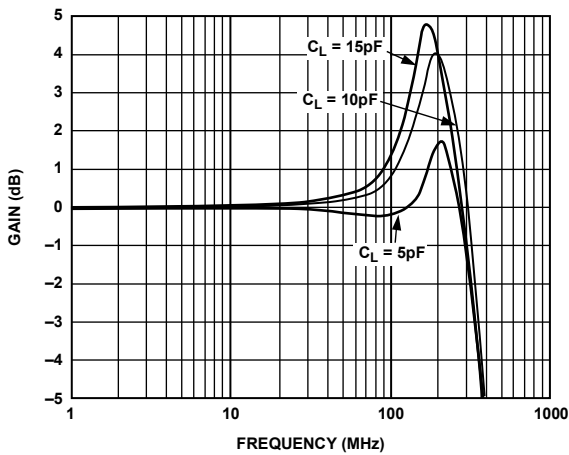
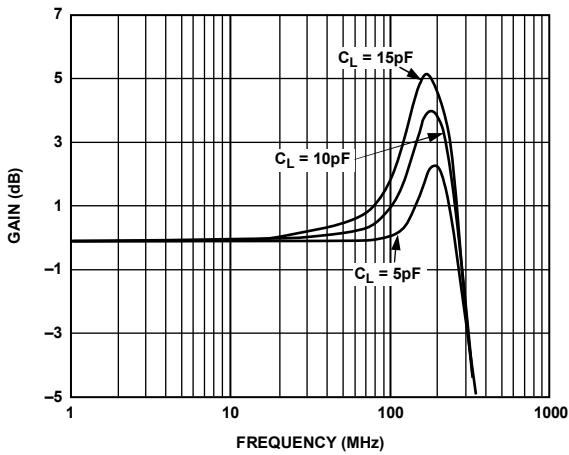
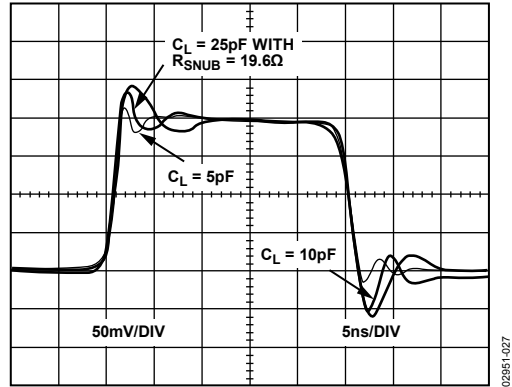
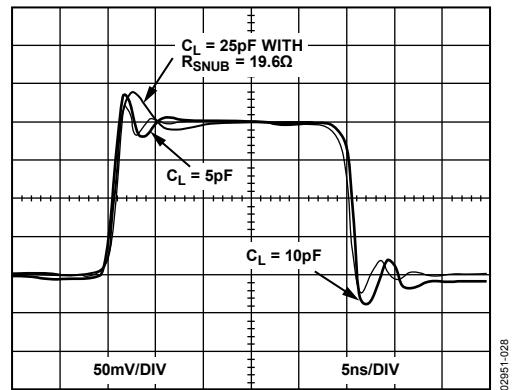

図 12. 様々な C_L での小信号周波数応答
図 13. 様々な C_L での小信号周波数応答
図 27. 様々な C_L での小信号過渡応答、 $V_S = 5 V$
図 28. 様々な C_L での小信号過渡応答、 $V_S = \pm 5 V$
- 小さい値の抵抗を出力に直列に挿入して、アンプの出力ステージから負荷容量を分離します。図 12、図 13、図 27、図 28 を参照してください。